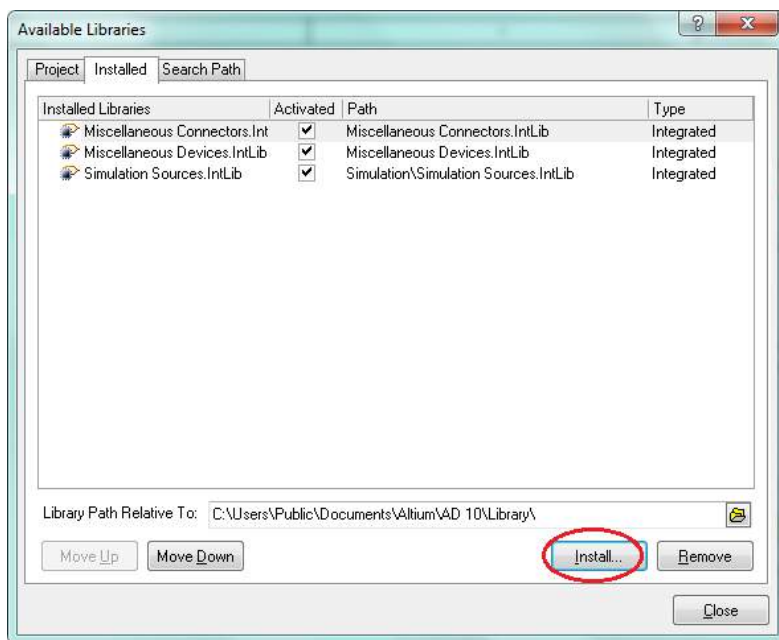

Рисунок 6.1 – Підключення зовнішніх бібліотек
- Simulation Sources.IntLib (Altium/AD 10/Library/Simulation) (рис.6.1)